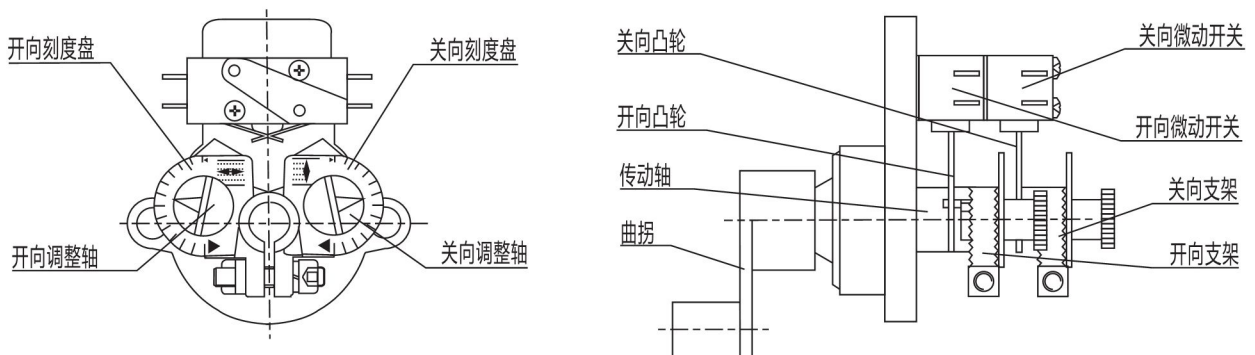
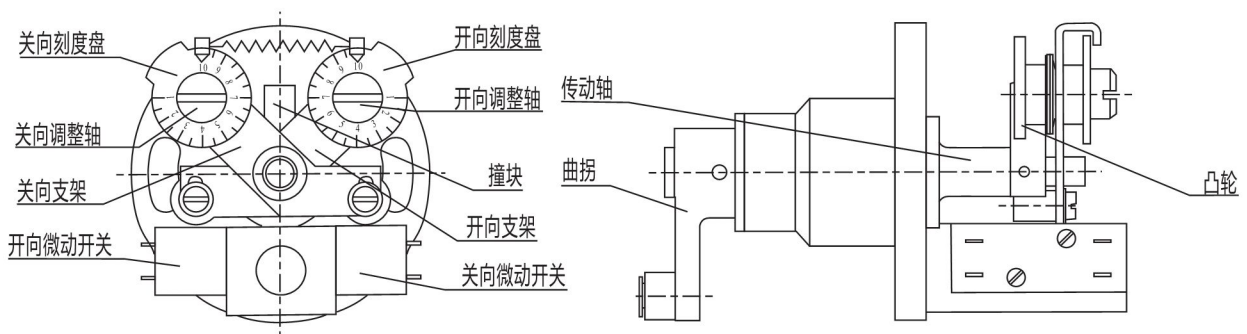

图5 户外型力矩控制机构
图6 隔爆型力矩控制机构
5.3 力矩控制机构：结构见图 5、图 6。当输出轴上受到一定转矩后，蜗杆除旋转外还产生轴向位移，带动曲拐，曲拐直接（或通过撞块）带动支架产生角位移。当输出轴上的转矩增大到整定转矩时，则支架产生的位移量使微动开关动作，从而切断电机电源，电动机停转。以此实现对电动装置输出转矩的控制，达到保护电动阀门的目的。